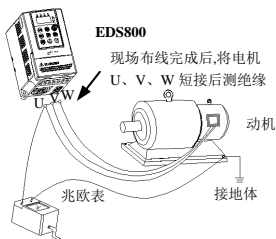

图 1-1 电机绝缘检查示意图
- (1) EDS800 系列变频器为电压型变频器，使用时电机的温升、噪声和振动与工频运行相比较略有增加，属正常现象。
- (2) 如果需要以低速恒转矩长期运行，必须选用变频电机。若使用一般的异步交流电机低速运行时，应监控电机温度或采取强制散热措施，以防烧毁电机。
- (3) 减速箱及齿轮等需要润滑的机械装置在长期低速运行时，可能由于润滑效果变差造成损坏，请事先采取必要措施。
- (4) 若超过电机额定频率运行时，除了考虑电机的振动、噪音增大外，还必须确保电机轴承及机械装置的使用速度范围，请务必事先确认。
- (5) 对于提升设备和大惯性之类的负载，变频器常会因产生过流或过压故障而跳闸，为保证正常工作，应考虑选配适当的制动组件。
- (6) 应通过端子或其它正常的命令通道对变频器进行起停控制。严禁在变频器输入侧使用接触器等强电开关直接频繁起停操作，否则会造成设备损坏。
- (7) 如果需要在变频器输出和电机之间安装接触器等开关器件，请确保变频器在无输出时进行通断操作，否则可能会损坏变频器。
- (8) 变频器在一定的输出频率范围内，可能会遇到负载装置的机械共振点，可设置跳跃频率来避开。
- (9) 使用前，应确认电源电压在允许的工作电压范围之内，否则应做变压处理或订购特种变频器。
- (10) 在海拔高度超过 1000 米的条件下，变频器应降额使用，每增加 1500 米高度输出电流约降低额定电流的 10%。
- (11) 电机在首次使用或长时间放置后再使用之前，应做电机绝缘检查。请使用 500V 电压型兆欧表按图 1-1 所示进行检查，绝缘电阻不得小于 5 M $\Omega$ ，否则有损坏变频器的可能。